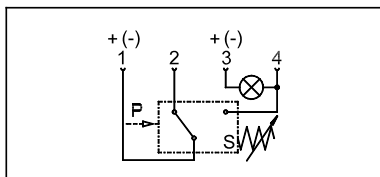

Bild 9/Fig. 9
- Verkabeln Sie den (V)PEV nach Bild 9 und 10/10a.
- Connect the cables of the (V)PEV as shown in Fig. 9 and 10/10a.